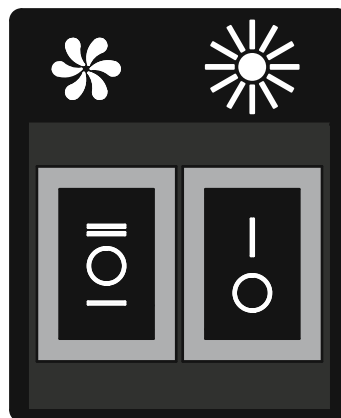

Рис.5
**7.3** На боковинах корпусу розміщений **клавішний перемикач режимів роботи і включення ламп освітлення (рис.5).**